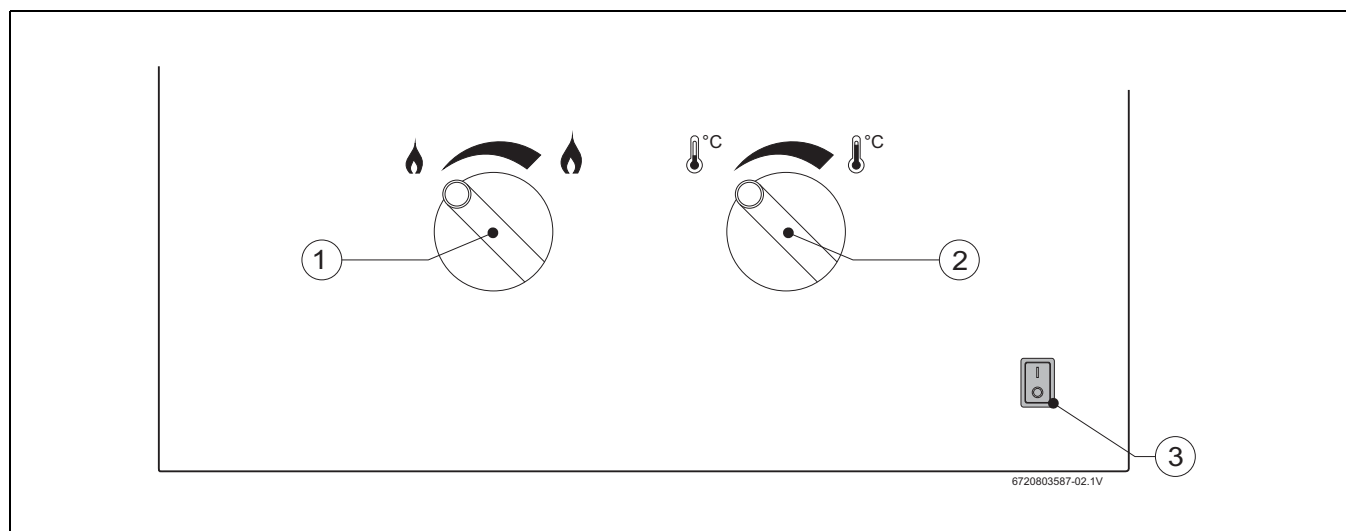

Fig. 5
- Colocar a tecla On/Off (→ Fig. 5, [2]) em posição de funcionamento. Após este procedimento, sempre que abrir um ponto de água quente dar-se-á de forma automática a ignição.